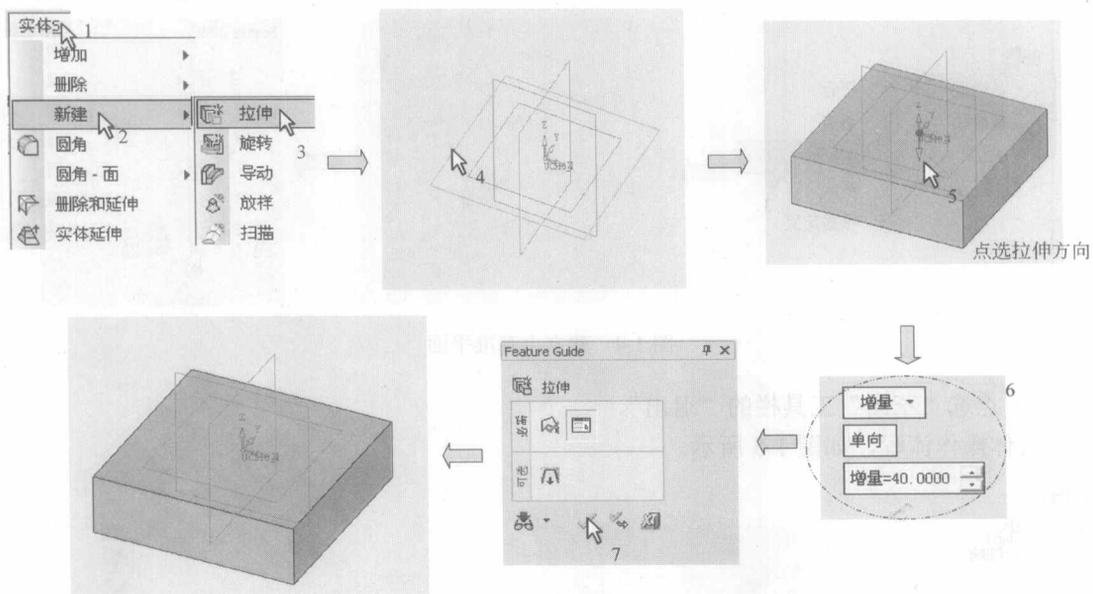
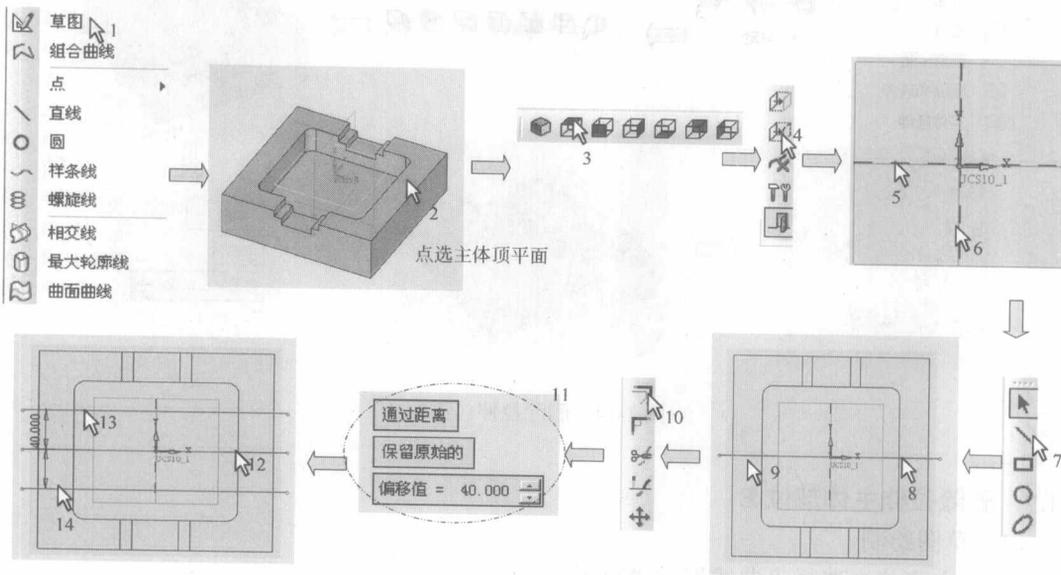

图 1-6 新建拉伸
图 1-12 草图（四）
③ 点选拉伸实体的方向和输入拉伸的增量 40mm，单击“特征向导”的“确定”按钮。具体操作流程，如图 1-6 所示。
(1) 草图绘制
① 在主菜单中选择“曲线”→“草图”。
② 点选主体图 1-6 顶部平面作为绘图面，单击“俯视图”。
③ 点选“草图”工具栏的“矩形”，输入高 140mm、宽 120mm，点选“坐标系原点”。
- ① 在主菜单中选择“曲线”→“草图”。
- ② 点选主体图 1-6 顶平面，点选“俯视图”。
- ③ 点选“草图”工具栏的“增加参考”命令，点选 XY、XZ 基准面为参考线。
- ④ 点选“直线”命令在水平中心画出一条直线。
- ⑤ 点选“草图”工具栏的“偏移”命令，输入偏移的数值 40mm。
- ⑥ 点选水平直线，分别进行上方和下方偏移，产生两条偏移直线。
- 具体操作流程，如图 1-12 所示。
- ② 点选主体图 1-6 槽底面作为绘图面，点选“俯视图”。